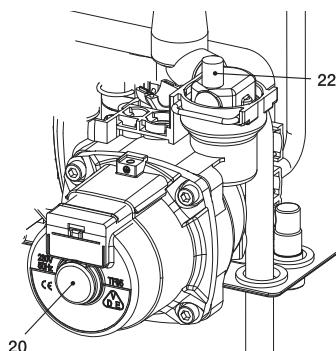

Рисунок 6.1
- Ослабьте пробку автоматического воздушного выпуска клапана 22, см. Рисунок 6.1.
- Снимите пробку 20, см. Рисунок 6.1, и разблокируйте насос, повернув ротор отверткой.